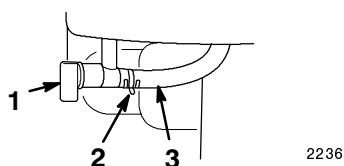

Figure 15
- **Robinet d'essence** (Fig. 15)—Le robinet se trouve sous le réservoir d'essence. Fermez le robinet pour empêcher l'essence de s'écouler du réservoir ; ouvrez le robinet pour que l'essence circule vers le carburateur. Fermez le robinet lorsque vous n'utilisez pas la déneigeuse.
3. Ouvrez le robinet d'essence (Fig. 15) en le tournant dans le sens contraire des aiguilles d'une montre.
6. Fermez le robinet d'essence (Fig. 15).